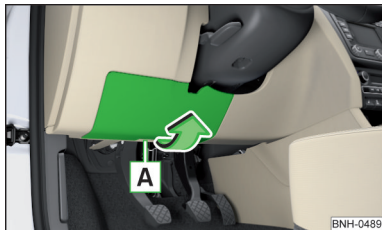

Fig. 175
- Agarre la tapa de la caja de fusibles por la zona **A** y retírela en el sentido de la flecha » fig. 175.